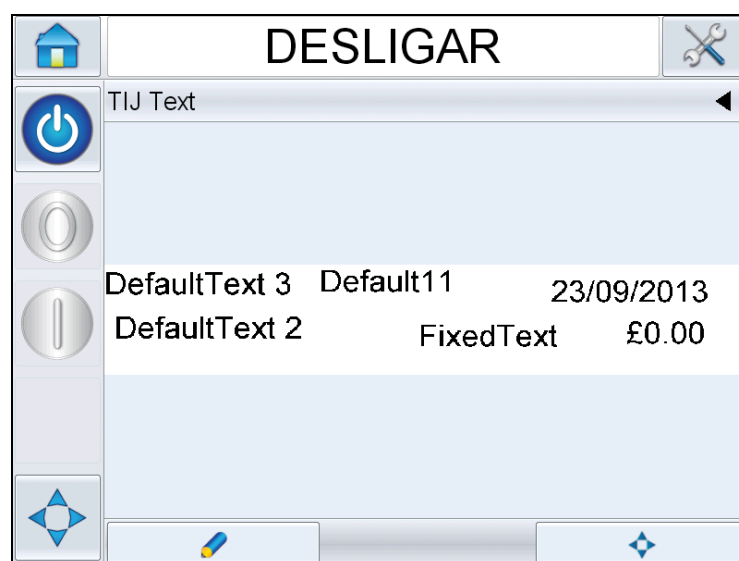

Figura 6-9: Pré-visualização de mensagem
- 1 Selecione a “Barra de detalhes do trabalho atual” para exibir a pré-visualização do trabalho (consulte Figura 6-9).